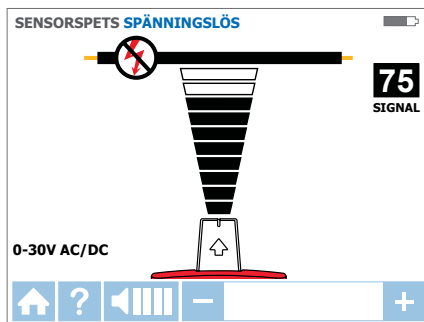

Bild 3.2c: Mottagare visar identifierad signal i icke strömförande SPETSSENSOR-läge
4. Sök målområdet med spetsensorn för att hitta den högsta signalnivån (bild 3.2c). Justera regelbundet känsligheten när du söker för att behålla signalstyrkan nära 75. Öka eller minska känsligheten genom att trycka på + eller – på knappsatsen. Om signalen är för stark för exakt lokalisering, ändra sändaren till läget LÅG.